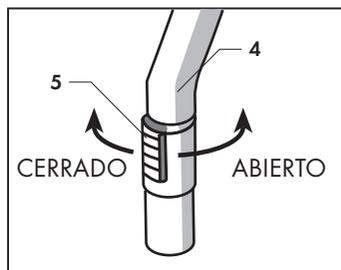

Fig. 9
Este accesorio está equipado de anillo de salida (5) que permite regular la fuerza de aspiración (Fig. 9).